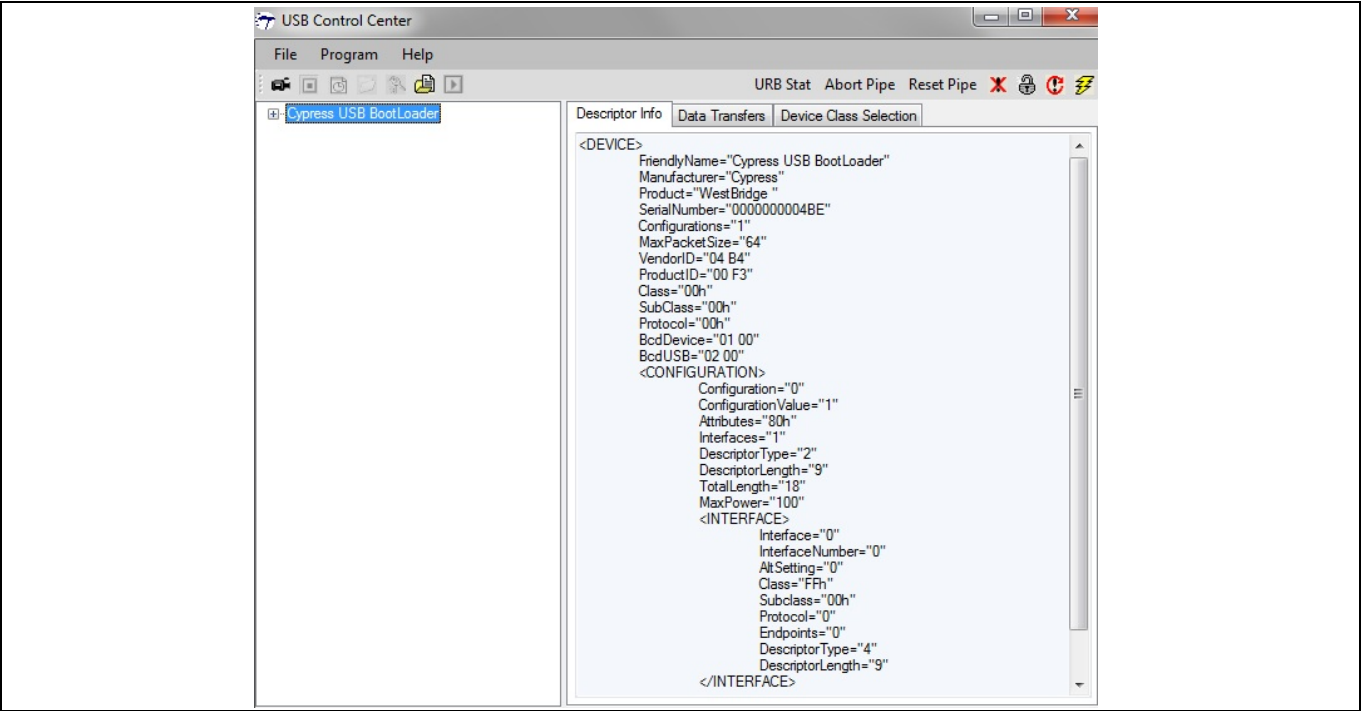

Figure 16 Cypress USB BootLoader 在 Control Center 中的枚举
3. 当连接到 USB 主机时，FX3 器件在 USB Control Center 中作为 "Cypress USB Bootloader" 进行枚举，如 Figure 16 中所示。